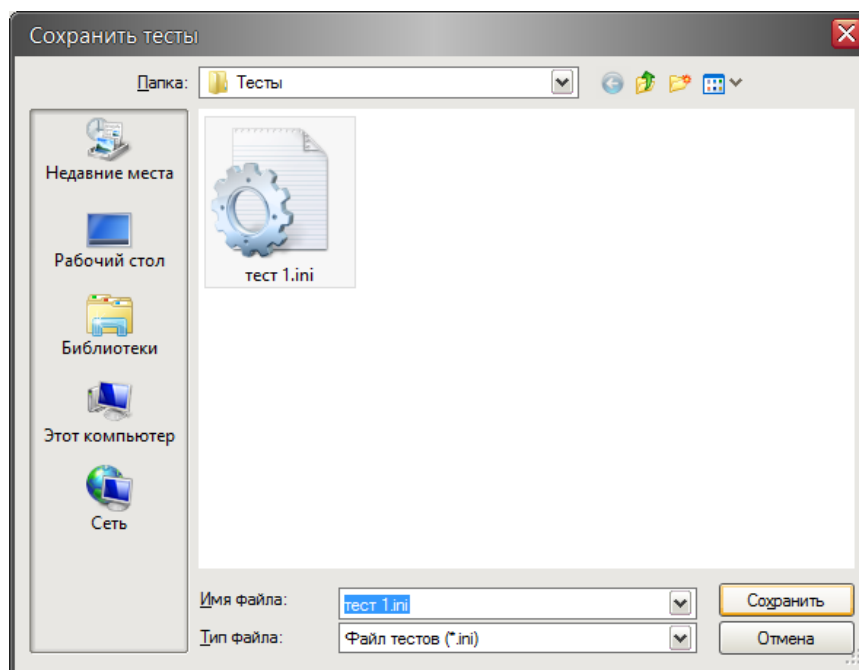

Рисунок 18 – Сохранение теста в файл на компьютере
19. Сохранить тесты в виде файла на диске компьютера. Для этого в меню **Файл/Сохранить тесты...** задать имя файла теста (рисунок 18).